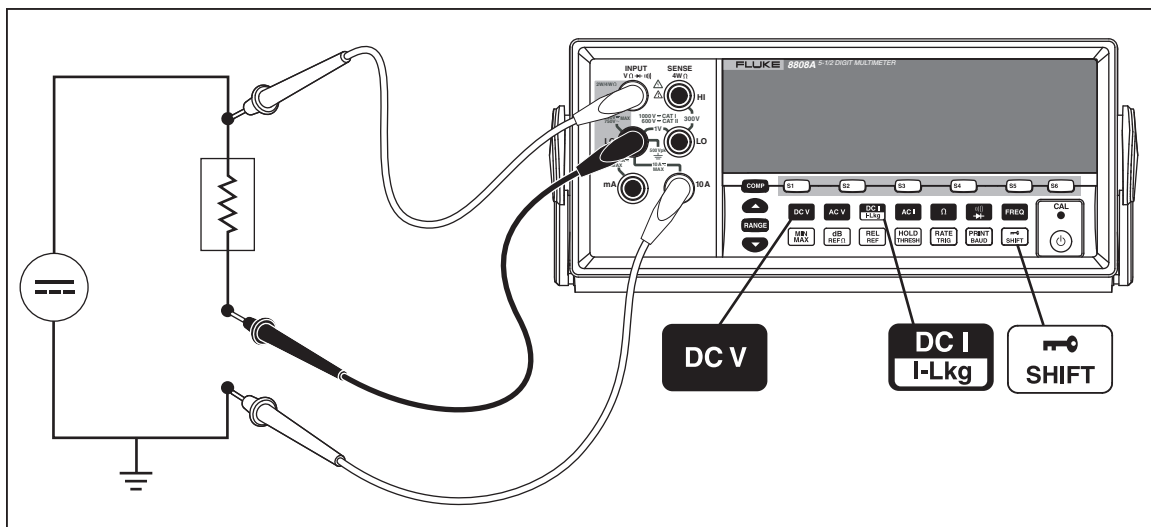

图 A-2. 对输入信号进行直流电压和直流电流测量
表A-2 中所列的大多数应用均可通过连接到 **INPUT VΩ→←⏏** HI 和 **LO** 端子的一组测试线完成。然而，若要测量一路输入信号的电压和电流，则需要三组测试线。请确保电压和电流测量共用相同的公共点，如图 A-2所示。然后只需要按照正常情况不使用电流钳测量电流的步骤执行即可。
4. 按图 A-2 所示，将测试线连接到测试电路，并从显示屏上读取测量值。尽管显示的电流为负值，但按照电流惯例，它实际上是正值。